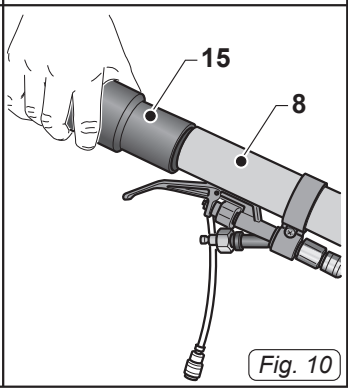

Fig. 10
- Stecken Sie das Rohr (8 Abb. 10) in den Schlauch (15 Abb. 10).